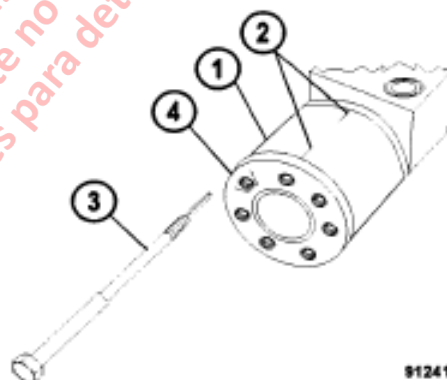

FIGURA 5-4 MARCADO DE LOS COMPONENTES DE LA VÁLVULA
2. Haga marcas de calce en el conjunto de la rueda de engranaje y la cubierta del extremo para asegurar la correcta ubicación durante el montaje. Consulte la Figura 5-4..
3. Retire los pernos y arandelas de la cubierta del extremo. Retire el perno con pasador cilíndrico (3, Figura 5-4). Marque la ubicación del orificio del perno con pasador cilíndrico en la cubierta del extremo para facilitar el montaje.